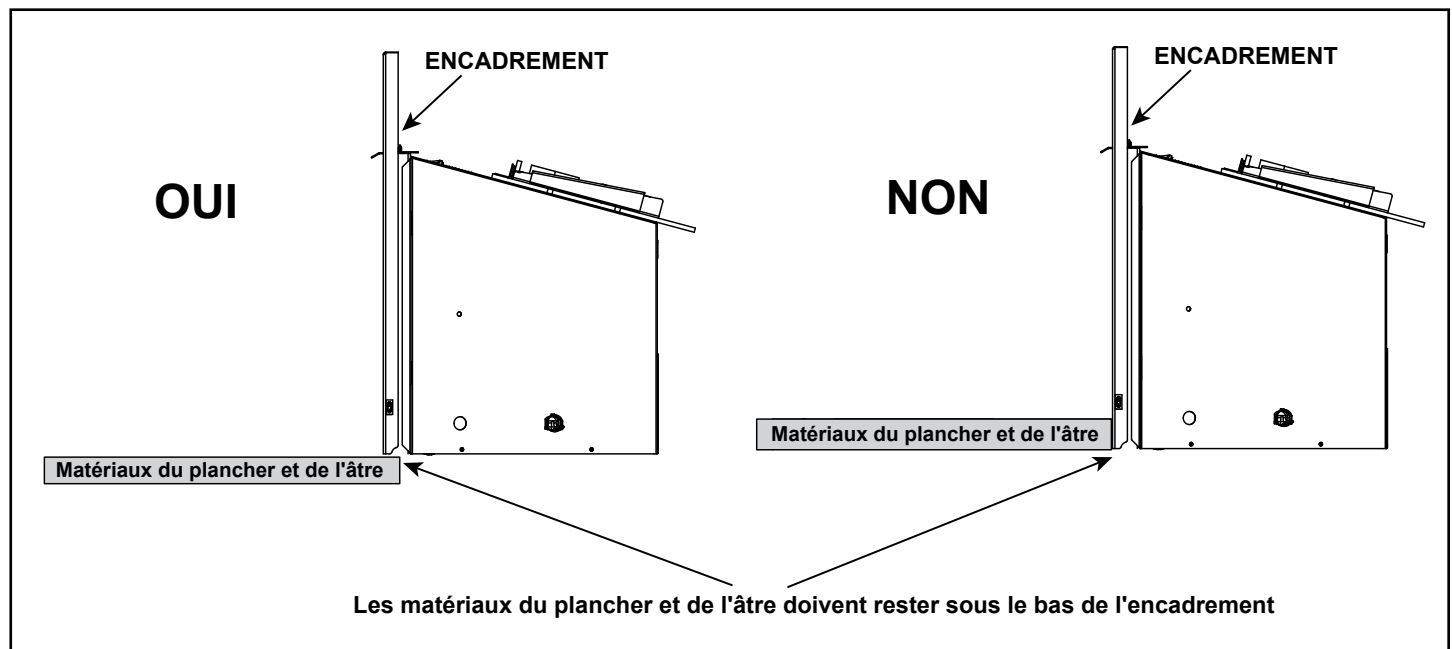

Figure 3.19 Matériaux du plancher et de l'âtre
- Tous les matériaux du plancher et de l'âtre doivent rester sous la partie inférieure de l'encadrement. Voir la figure 3.19.